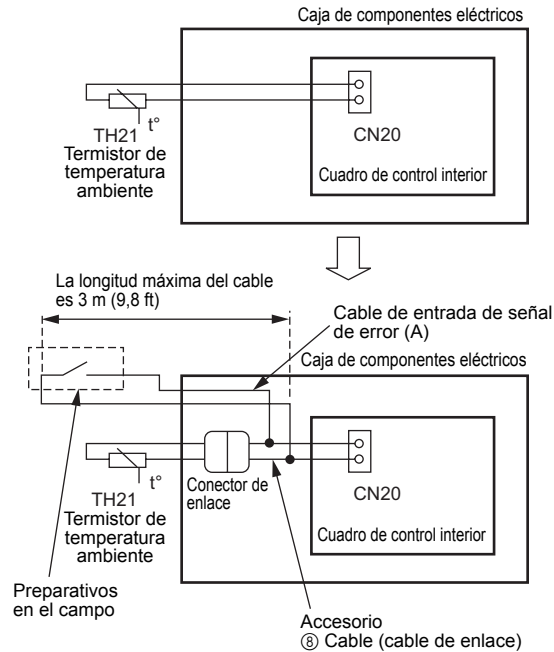
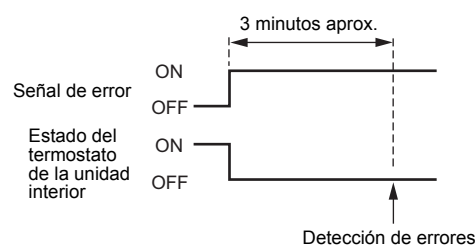

Fig. 5-6
Fig. 5-7
- ① Método de introducción de la señal de error (Fig. 5-6)
- Extraiga el termistor de temperatura ambiente TH21 del cuadro de control interior y conecte el ⑧ (cable de enlace) suministrado con el producto.
- Conecte una señal de error (una entrada de contacto sin tensión) al cable de entrada de señal de error (A).
- ② Significado de la señal de error
- Estado de error: Señal de error encendida (contacto conectado) (ON)
- ③ Funcionamiento de la unidad interior en caso de entrada de señal de error (Fig. 5-7)
- ④ Restricciones